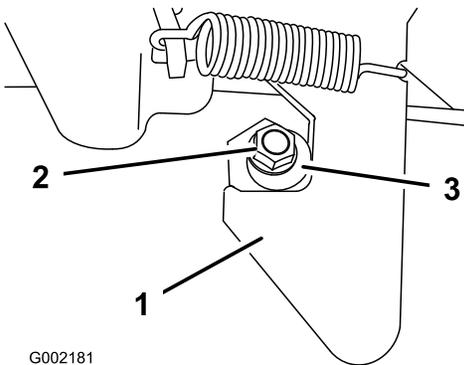

Figura 25
1. Afloje la tuerca del extremo del tope del enganche (Figura 25).
2. Gire el tope en el sentido de las agujas del reloj hasta que quede apretado contra el enganche, luego apriete la tuerca (Figura 25).